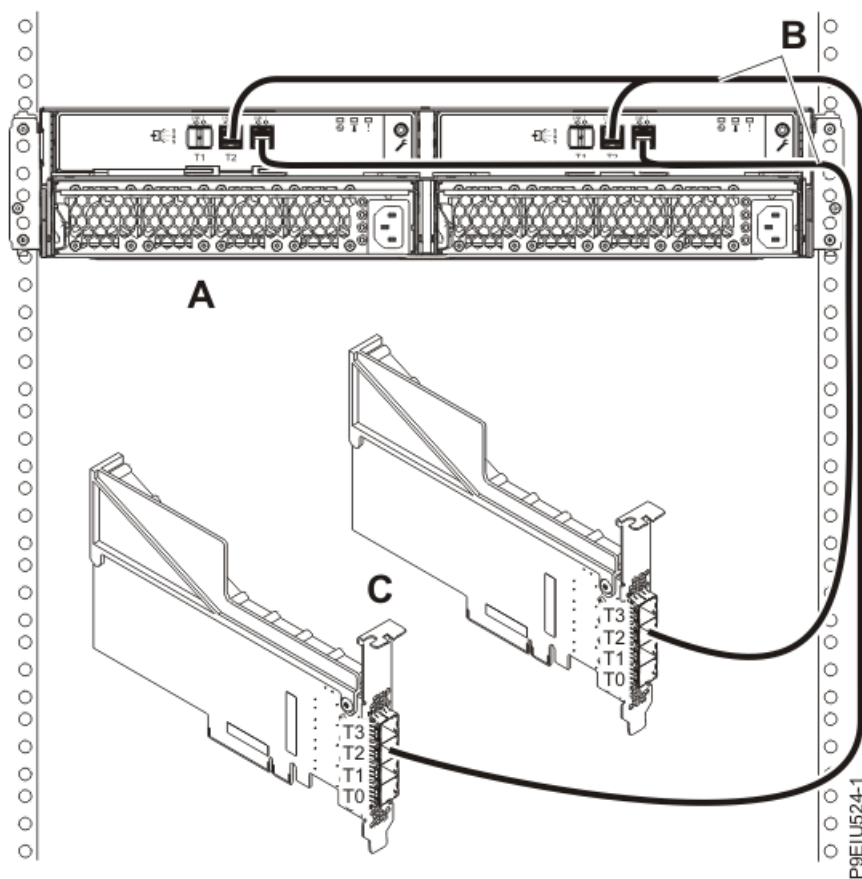

図 20. 2 本の YO12 ケーブルを使用した、9040-MR9 システム内の PCIe スロット C09 および C12 にある 2 つの FC EJ0K SAS アダプターへの 1 台の ESLL ストレージ・エンクロージャーまたは ESLS ストレージ・エンクロージャー のモード 2 接続
20. 26 ページの図 20 に示すように、2 本の Y012 ケーブル (B) を使用した、9040-MR9 システム内の PCIe スロット C09 および C12 にある 2 つの独立 FC EJ0K アダプター (C) への 1 台のエンクロージャー (A) のモード 2 接続を行います。次に、30 ページの『ケーブルと電源コードの接続およびカバーの取り付け』に進みます。